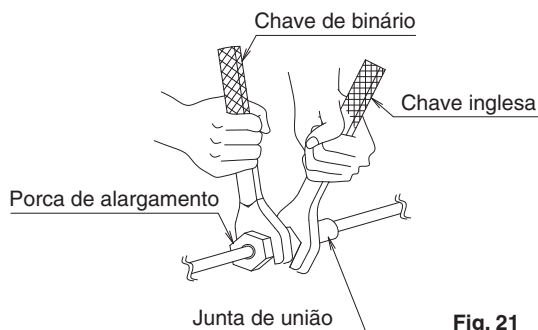
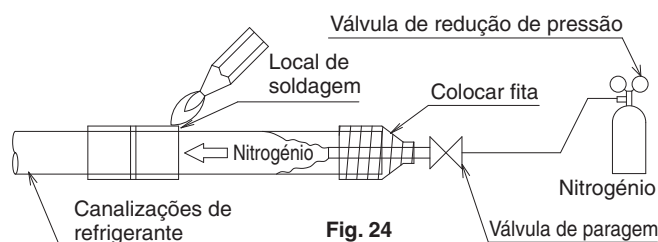

Fig. 21
Fig. 24
- Ao conectar a tubagem ao ar condicionado, assegure-se de que usa uma chave de fendas e uma chave de torque como indicado na **Fig. 21**. Para a dimensão da peça de alargamento e a torção de aperto, consulte a Tabela 1.
- Antes de soldar a tubagem do refrigeração, coloque um fluxo de nitrogénio dentro da tubagem de refrigeração e substitua o ar por nitrogénio (NOTA 1). **(Consulte a Fig. 24)** Depois realize a solda (NOTA 2). Após todo o trabalho de soldadura estar terminado, realize a conexão de alargamento com a unidade interior. **(Consulte a Fig. 21)**